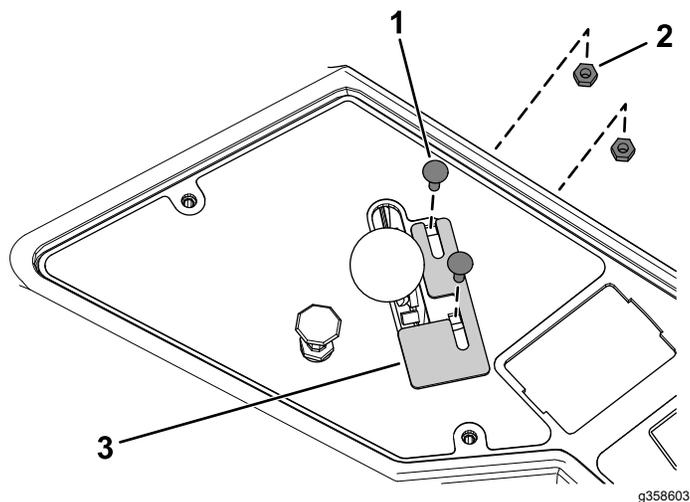

図 21
3. 図 21 のように、新しいスロットルプレートとスロットルレバーをコントロールパネルに仮止めするキャリッジボルト #10 x 5/8" 2 本とロックナット #102 個を使用する。